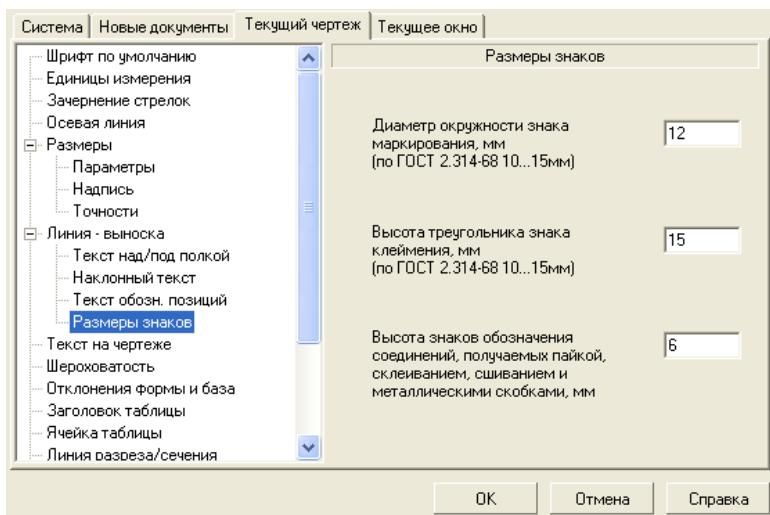

Рисунок 8.11 – Диалоговое окно Параметры с открытой вкладкой
– щелкните по пункту *Линия-выноска*, а затем – по пункту *Размеры знака*. В правой части появится панель *Размеры знаков*, показанная на рисунок 8.11.